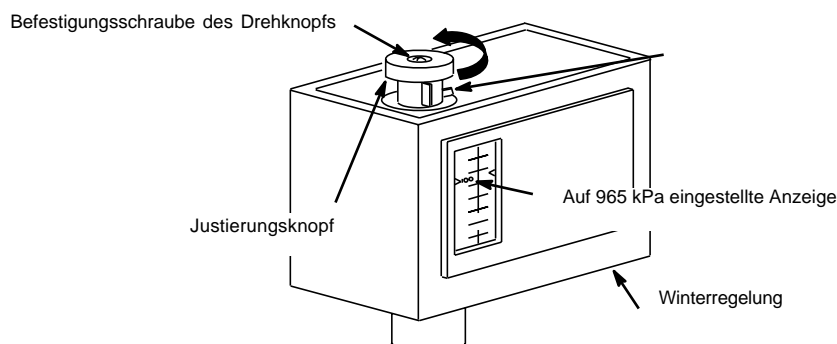

Abbildung 45
1. Lockern Sie die Drehknopfschraube, damit der Knopf über die Sperrmarkierung auf der Regelung gedreht werden kann (siehe Abbildung 45).